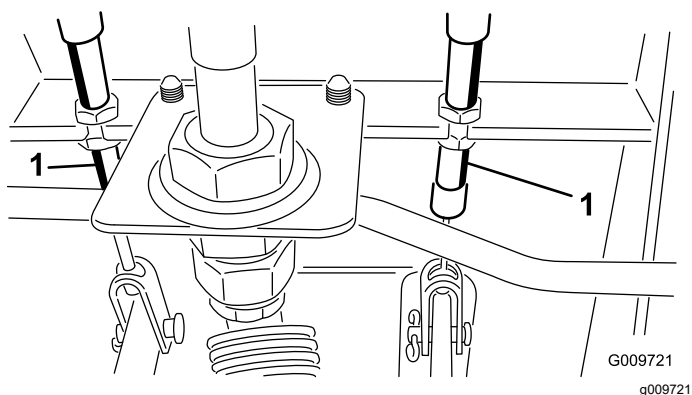

Рисунок 111
- A. Отпустите переднюю гайку на резьбовом конце троса тормоза (Рисунок 111).